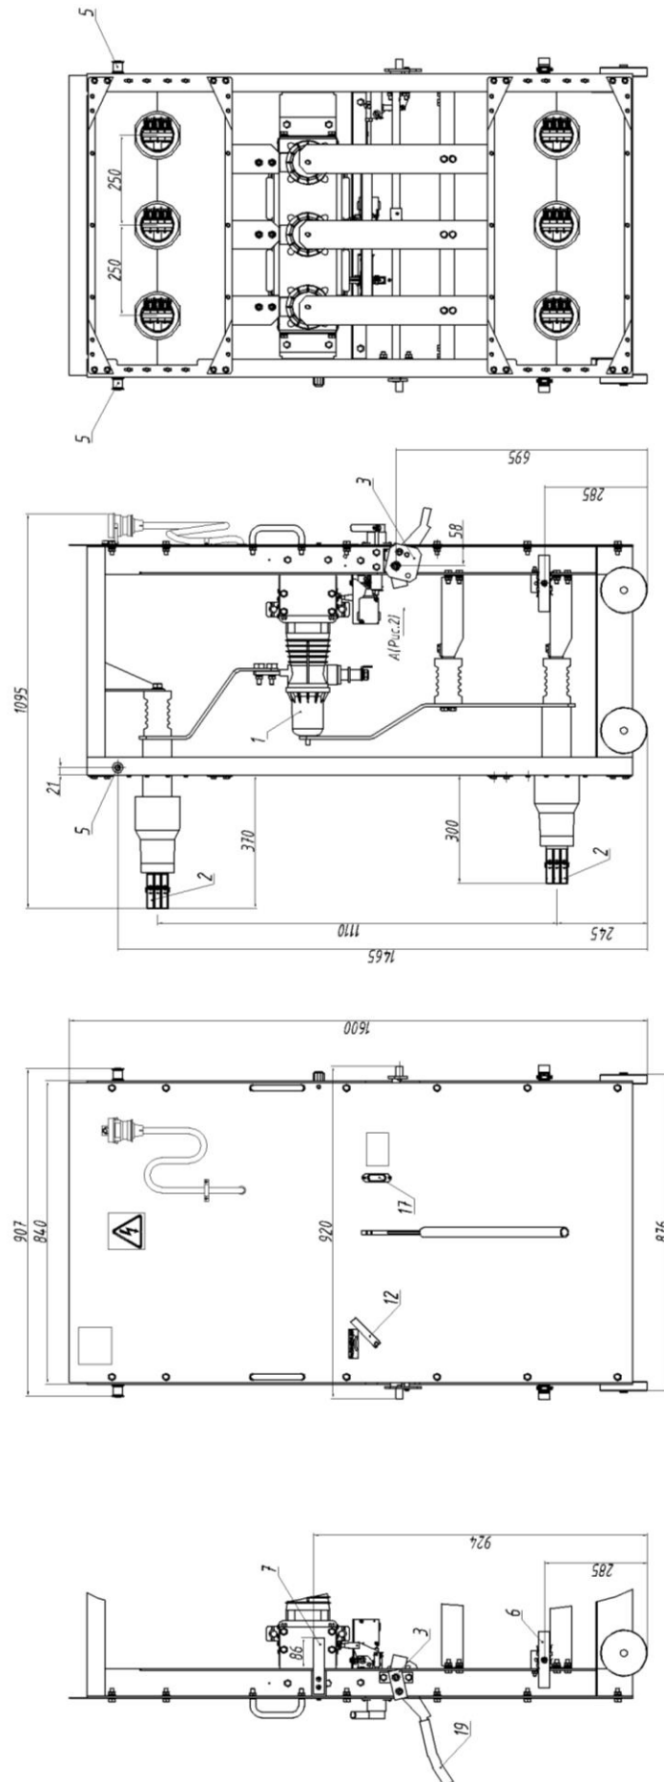
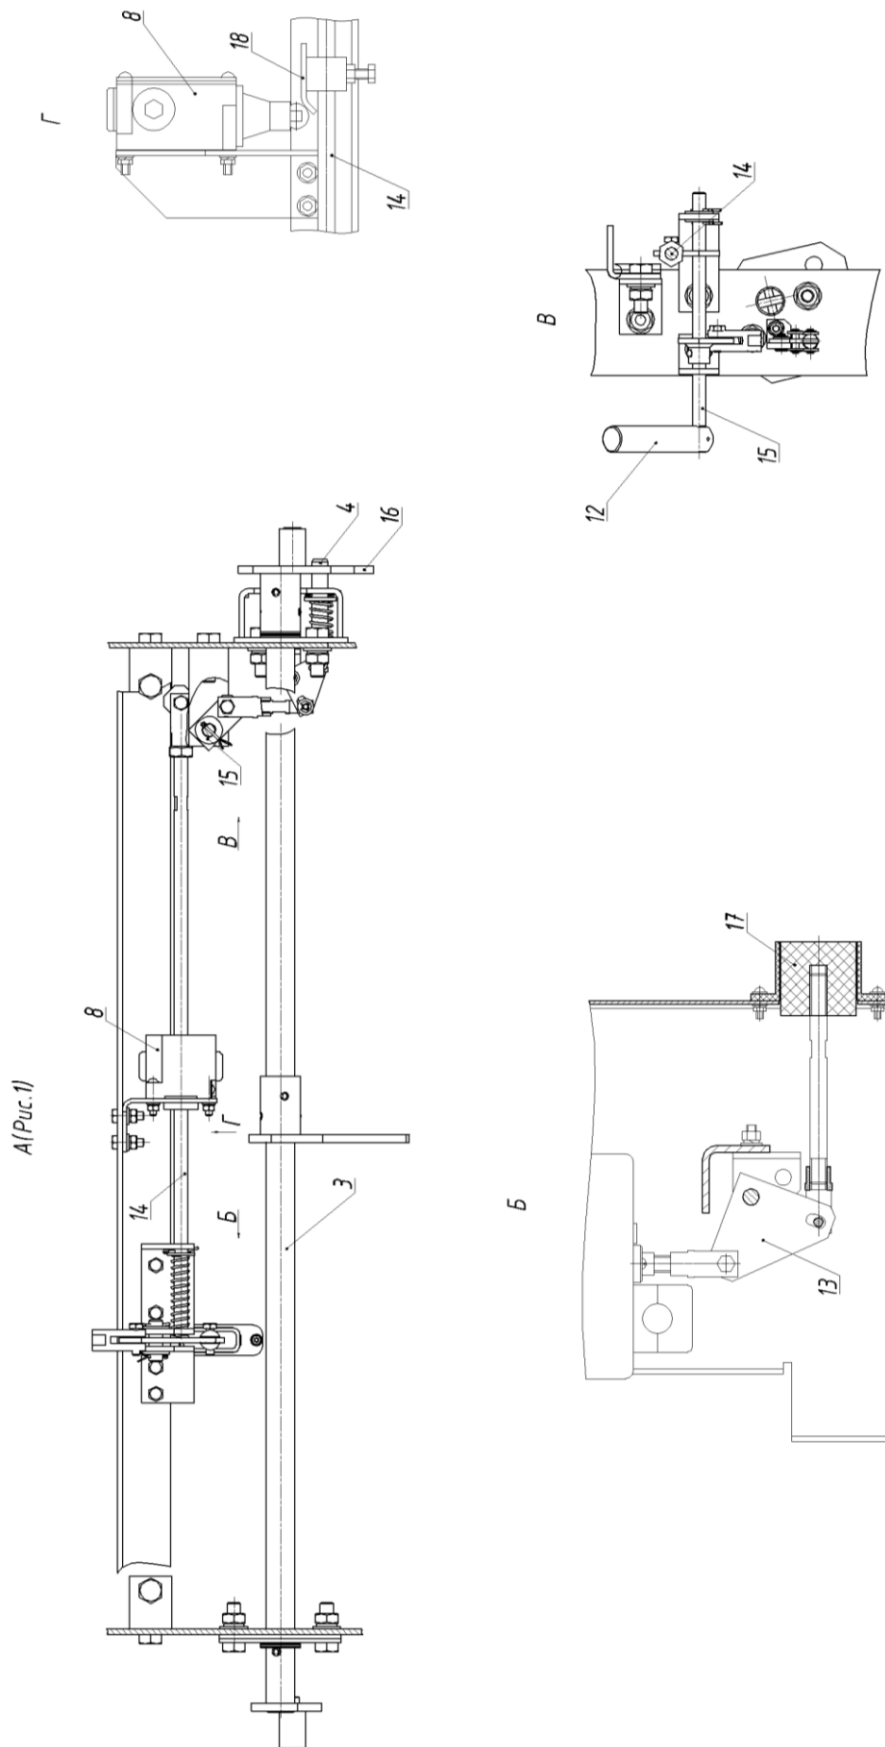

Рисунок 1
Рисунок 2
ВЭ (рис.1) представляет собой сборную конструкцию, отдельные детали и узлы которой крепятся между собой болтовыми соединениями, на которую установлен вакуумный выключатель ВВ/TEL ISM15\_LD\_1(46) поз.1 с элементами главных цепей 2. На ВЭ установлен привод перемещения из контрольного положения в рабочее 3 (см. рис.1), узел стопора 4 (рис.2), ролики для взаимодействия со шторочным механизмом шкафа 5 (см. рис.1), контакты заземления выкатного элемента 6 и швеллер 7, обеспечивающий блокировку от вкатывания при включенном заземляющем разъединителе. Для обеспечения электрической блокировки установлен выключатель путевой ВП 2111 поз.8 (см. рис.2).
Блокировка не дает перемещать ВЭ из одного положения в другое при включенном вакуумном выключателе, размыкает цепь включения выключателя и обеспечивает механическую блокировку включения выключателя во время перемещения ВЭ. Реализуется это следующим образом, для вкатывания ВЭ в шкаф КРУ необходимо повернуть ручку 12 (см. рис.1), чтобы убрать стопор, препятствующий этому. Если выключатель включен повернуть ручку нельзя, поскольку пластина 13 (см.рис.2) передающая движение с кнопки ручного отключения на выключатель и обратно, будет перекрывать движение тяге 14, жестко связанной с осью 15 на которой крепится ручка. Чтобы убрать препятствие на пути тяги надо выключить выключатель. Когда ВЭ находится в положении между рабочим и конт-
контрольным стопор 4 не может вернуться в исходное положение, поскольку упирается в планку 16 (см. рис. 2) привода перемещения из контрольного положения в рабочее, тяга 14 в этом положении перекрывает путь пластине 13 и не дает включить выключатель. Стопор 4 занимает исходное положение только в рабочем или контрольном положении ВЭ в шкафу КРУ, входя в специальное отверстие в планке 16 (см. рис. 2).
На лицевой стороне ВЭ, на фасадном листе нанесен предупреждающий знак «Осторожно! Электрическое напряжение». Рядом с кнопкой ручного отключения 17 (см. рис. 1) находится табличка указателя положения выключателя. Рядом с ручкой стопора 12 (см. рис. 1) находится табличка с указанием действий по расфиксации ВЭ.
– повернуть ручку стопора 12 (см. рис.1), при этом тяга 14 (см. рис.2), жестко связанная с осью 15 на которой крепится ручка, перекроет путь пластине 13, передающей движение с кнопки ручного отключения на выключатель и обратно (это механическая блокировка от включения вакуумного выключателя), упор 18, закрепленный на тяге 14, надавит на выключатель путевой ВП 2111, который разомкнет цепь включения вакуумного выключателя (электрическая блокировка);
– осуществить перемещение ВЭ, для перемещения из контрольного положения в рабочее и обратно использовать съемный рычаг 19 (см. рис.1 и 5), надеваемый на привод 3.